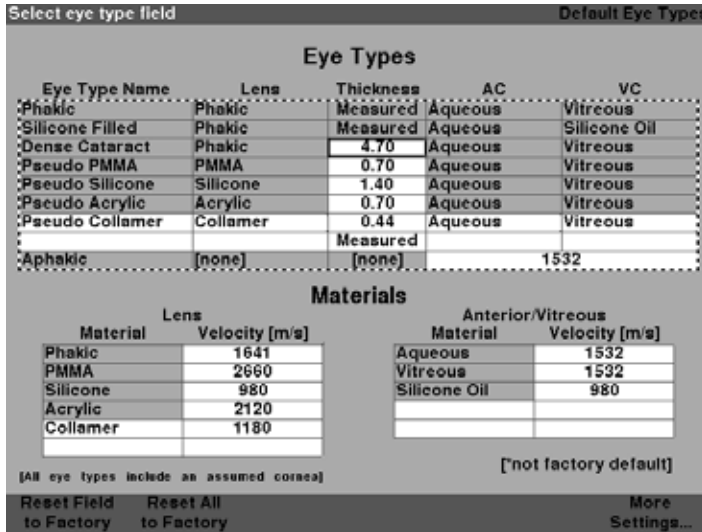

Figura 5-16 Campo seleccionado restablecido
- El Accutome A-Scan Synergy restablecerá el campo seleccionado a los valores predeterminados de fábrica, como se muestra en la Figura 5-16, en la página siguiente.